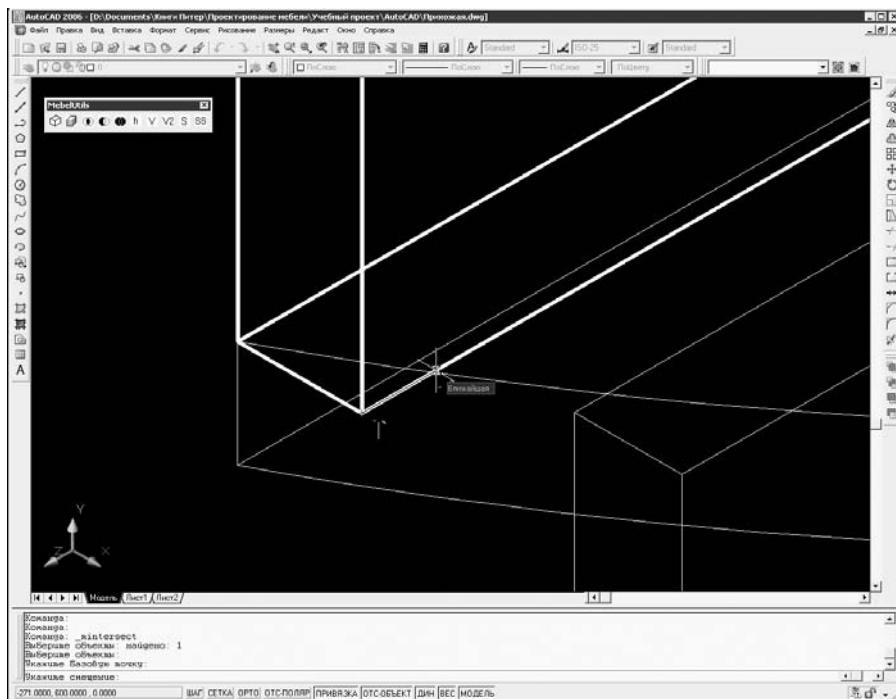

Рис. 5.23
6. Нажать кнопку Групповое пересечение на панели инструментов MebelUtils, чтобы вызвать команду `mintersect`. Выделить построенную панель, указать в качестве базовой точки нижний левый угол панели, а смещением задать точку пересечения панели с крышкой столика (рис. 5.23). Часть панели, выступающая за пределы крышки, будет обрезана.